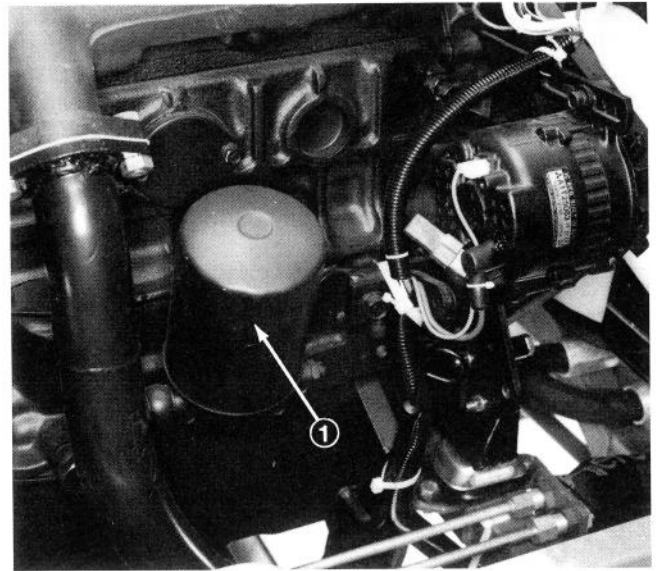

Figure 35
2. Retirer le filtre à huile (Fig. 35). Appliquer une fine couche d'huile propre sur le joint du nouveau filtre avant de le visser. **NE PAS TROP VISSER.**